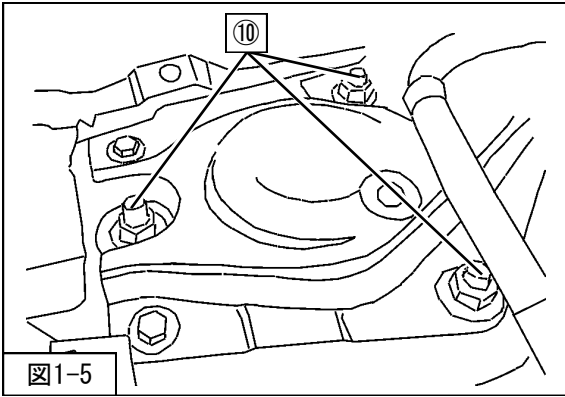

図1-5
6. ⑩フロントサスペンションASSYアッパー取付ナットを取外してください。(図1-5)